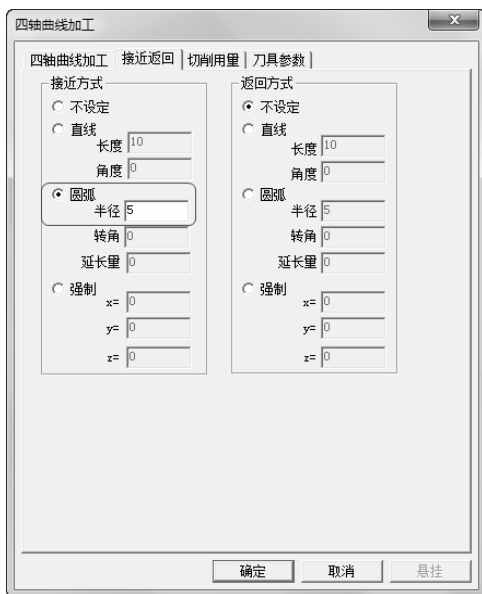

图 4-56 “接近返回”选项卡
2) 单击“接近返回”选项卡，设置“接近方式”为“圆弧”、“返回方式”为“直线”，圆弧“半径”设为 5，具体如图 4-56 所示。